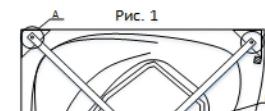
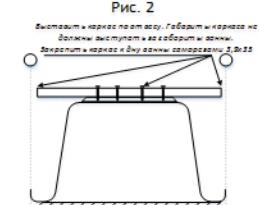
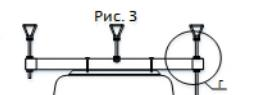

Рис. 1
Рис. 2
Рис. 3
- Установить оцинкованные профили на дно ванны параллельно торцевым краям закладного элемента с отступом 50-60 мм (Рис.1). Выставить профиля по отвесу чтобы они не выступали за габариты ванны (Рис.2).
- Установить в крайние отверстия шпильку/болт M12 с опорой ванны. Выставить с помощью уровня и рулетки одинаковую высоту на всех опорах до борта ванны. (Рис. 3).
- Отступить от углов ванны (Рис.1) до 300 мм. (в месте установки крепежа ванны на борту должен отсутствовать любой закладной элемент). Приложить крепеж ванны к стене. Выступ крепежа должен совпадать с кромкой борта ванны. Через отверстие в крепеже отметить маркером на стене места установки. Рекомендуемое количество установленных крепежей: на длинный борт по 2 шт., на торцевые - по 1 шт.
3. Установить каркас на дно ванны (Рис.1). Выставить по отвесу чтобы каркас не выступал за габариты ванн (Рис.2). Вертикальные проекции крайних отверстий каркаса должны быть на уровне закладных элементов, запыленных на борту ванны.
4. Через крайние отверстия каркаса собрать стойки каркаса (Рис.3, Рис.1(A)).
5. Собрать остальные опоры ванн на шпильке согласно Рис.1 (Б,В).